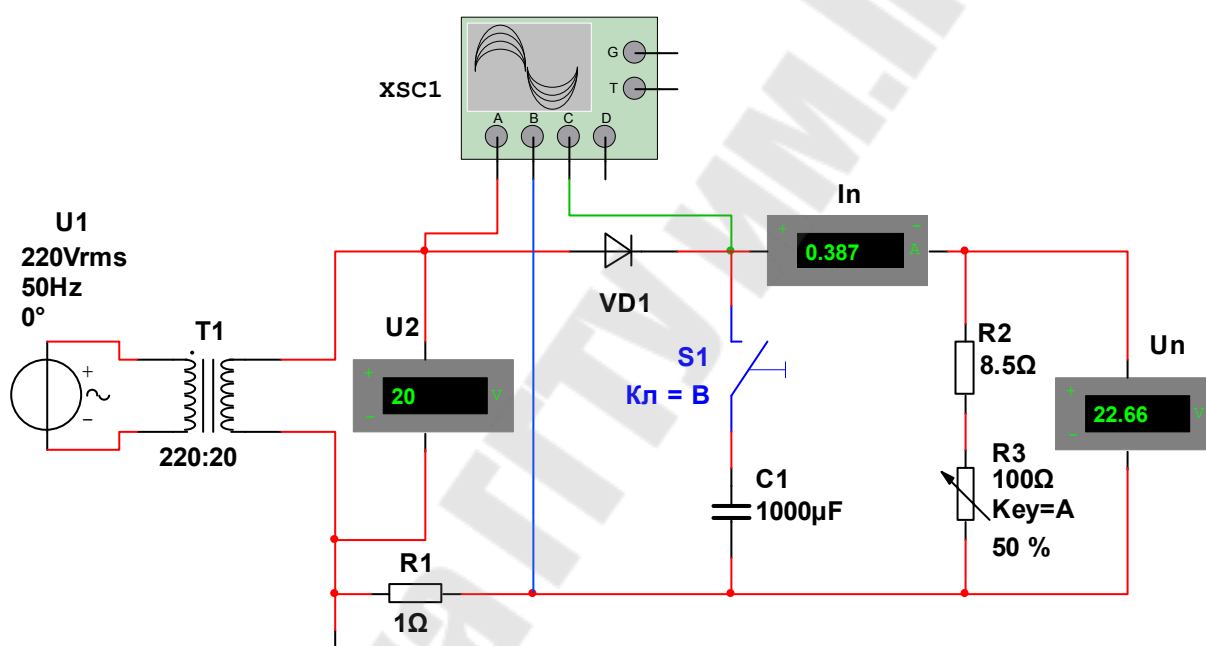

Рис. 1.1. Однофазный однополупериодный выпрямитель
1. Собрать схему однофазного однополупериодного выпрямителя напряжения (рис. 1.1).
На рис. 1.1 обозначено: U1 – источник переменного напряжения; T1 – понижающий трансформатор; VD1 – выпрямительный диод; R1 – измерительный резистор (шунт); U2 – вольтметр переменного тока; U_n – вольтметр постоянного тока; I_n – амперметр постоянного тока; R2, R3 – сопротивление нагрузки; C1 – емкость фильтра; S1 – ключ; XSC1 – четырехканальный осциллограф.